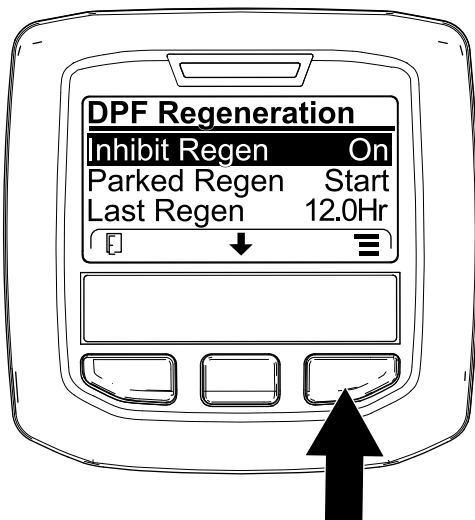
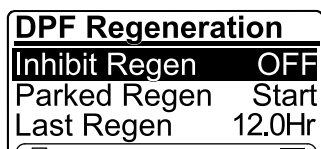

Figura 46
Figura 47
1. Accedete al menu DPF Regeneration, premete il pulsante centrale per scorrere il menu verso il basso fino all'opzione INHIBIT REGEN, quindi premete il pulsante destro per selezionare la voce Inhibit Regen (Figura 46).
2. Premete il pulsante destro per modificare l'impostazione dell'inibizione della rigenerazione da On a Off (Figura 46) o da Off a On (Figura 47).